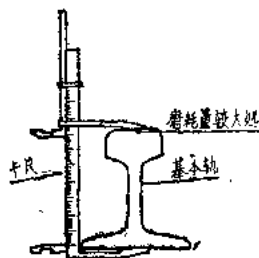

图 20
3. 用卡尺衡量是最正确的办法。将卡尺卡在基本軌磨耗最利害的地点，測出它的尺寸，从基本軌的标准尺寸中，減去现有的尺寸，就等于基本軌磨耗的尺寸了（見图20）。